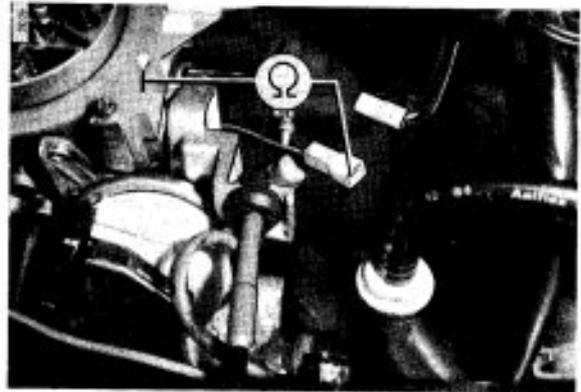

Bild 4
(Bild 4, 5)
a. Heizelement und Stromzufuhr (Bild 4)
- Widerstand zwischen Anschlußkabel und Masse prüfen (Bild 4).